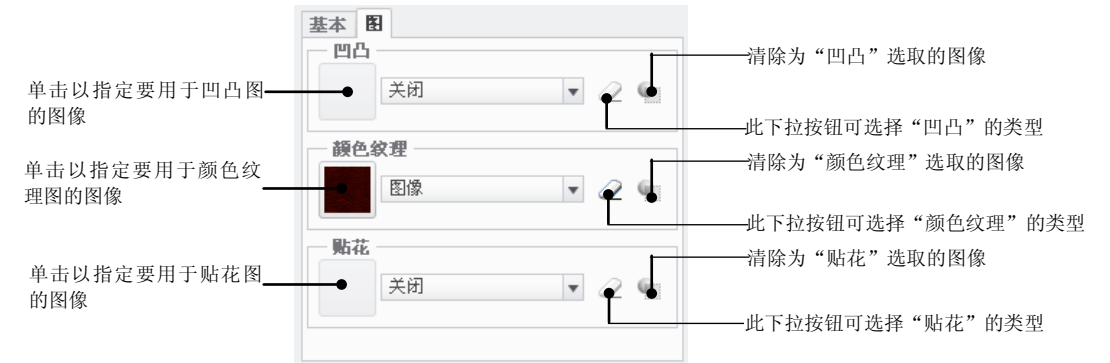

图 7.2.11 “图”选项卡
图 选项卡用于设置模型的纹理外观，该选项卡界面中包括 **凹凸**、**颜色纹理** 和 **贴花** 三个区域（图 7.2.11）。
- **凹凸** 选项：利用该项功能可以把图片附于模型表面上，使模型表面产生凹凸不平状，这对创建具有粗糙表面的材质很有用。选择 **关闭** 下拉列表中的某一类型（图像、程序图像、毛坯、注塑或泡沫），然后单击该区域前面的“凹凸”放置按钮（图 7.2.11），系统会弹出“打开”对话框，通过选取某种图像，可在模型上放置凹凸图片。